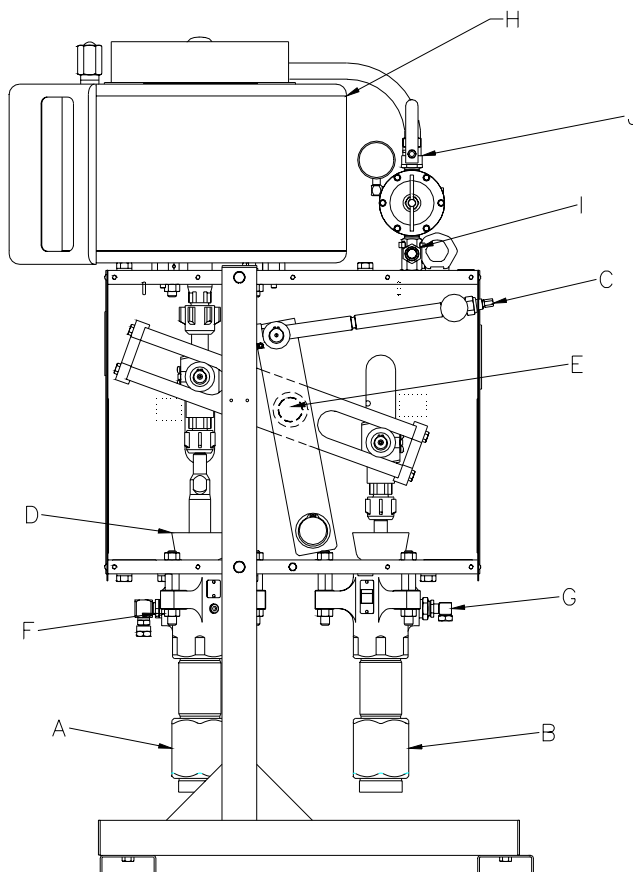

Fig. 4
La pompe primaire (A) est située juste sous le **moteur pneumatique (H)**; elle débite habituellement le produit de **base**. **La pompe secondaire (B)** est située à l'extrémité opposée du **levier (E)**; elle débite habituellement le **catalyseur**. Le rapport de la/des pompe(s) secondaire(s) peut être modifié au moyen de **la vis de réglage (C)**. Voir Fig. 4.